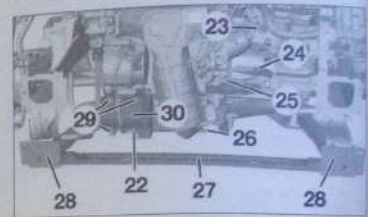

Fig. 85
- (1). Tuyau avec embout pour valve SHRADER (réf. 0141-T1) (Fig. 85).
- (2). Grue d'atelier.
- Débrancher le connecteur (22) du compresseur de climatisation (Fig. 85).
- la vis du câble de masse (23).
- la vis de maintien de la conduite hydraulique (24).
- les vis de fixation du cylindre récepteur d'embrayage (25).
- la bride d'échappement (26).
- la traverse inférieure (27).
- les allonges de berceau (28).
- les vis de fixation du compresseur de climatisation (29).